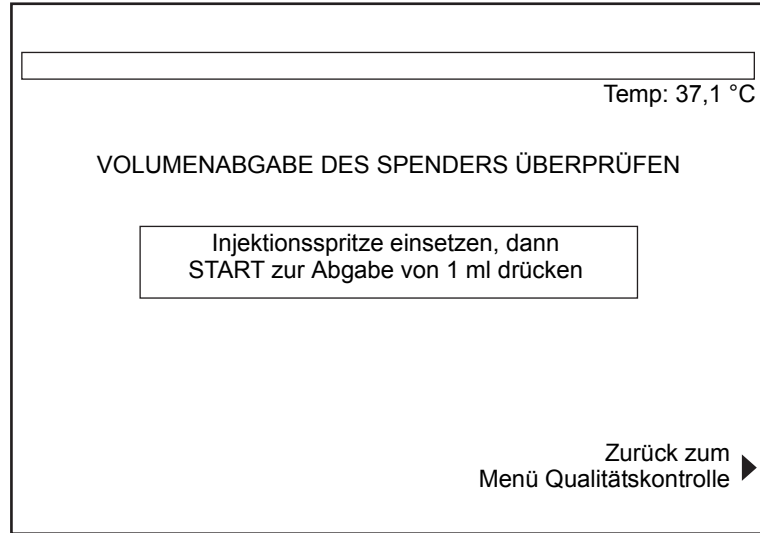

Abbildung 7-8. Bildschirm VOLUMENABGABE DES SPENDERS ÜBERPRÜFEN (1)
Nach Abschluss der Inkubationszeit wird der Bildschirm HR-ACT-QUALITÄTSKONTROLLE LÄUFT angezeigt (hier nicht abgebildet). Dieser Bildschirm hat die gleichen Funktionen und das gleiche Aussehen wie der Bildschirm HR-ACT LÄUFT, mit der Ausnahme, dass keine Patientenummer oder -ID angezeigt wird und dass der Bildschirmtitel ihn als Qualitätskontrolltest ausweist. Nach dem Abschluss des Tests wird der Bildschirm HR-ACT-QUALITÄTSKONTROLLERGEBNISSE angezeigt (siehe Abbildung 7-8).
1. Drücken Sie im Bildschirm MENÜ „QUALITÄTSKONTROLLE (QK)“ die Funktionstaste **Vol.abgabe des Spenders überprüf.**, um den ersten Bildschirm VOLUMENABGABE DES SPENDERS ÜBERPRÜFEN (siehe Abbildung 7-8) aufzurufen. Während der Durchführung dieses Verfahrens werden drei (3) Bildschirme angezeigt.